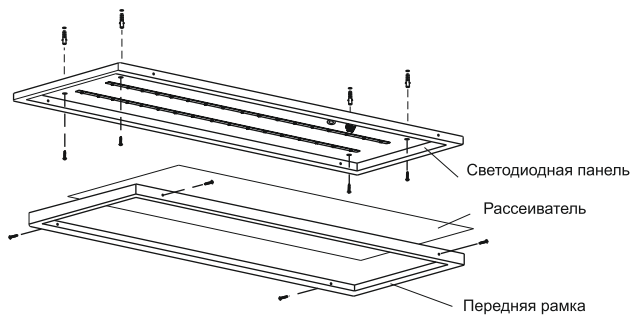

Рисунок 1
- на торце панели отвернуть винты крепления передней рамки (рисунок 1);
5.2.2 Накладной монтаж светодиодной панели осуществляется непосредственно на поверхность потолка с креплением светильника через отверстия в корпусе (рисунок 1). Крепёж для накладного способа монтажа в комплекте не поставляется.